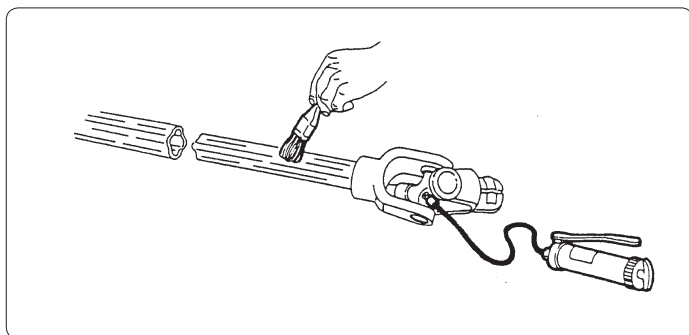

fig. 7.5.1
7.5 - Pulizia e ingrassaggio albero cardanico (fig. 7.5.1)
7.5 - Cleaning and greasing the driveline (fig. 7.5.1)